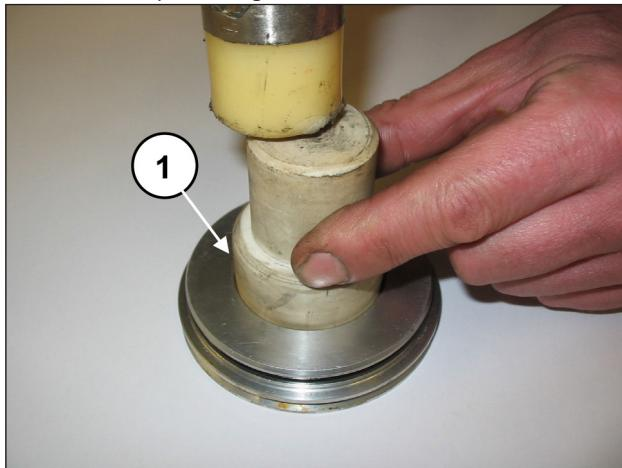
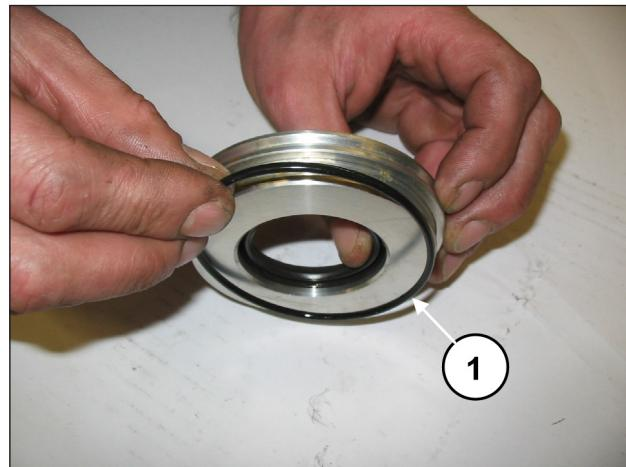

Fig. 5
Fig. 6
Extraer el anillo de retención radial (pos. ①, Fig. 5) y la junta tórica exterior (pos. ①, Fig. 6).